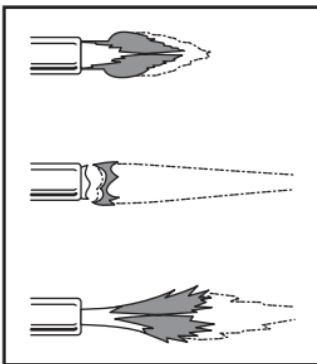

Figura 3: Ajustes de la llama
- Una vez que el soplete esté encendido, ajuste el regulador de acuerdo a la figura 3.